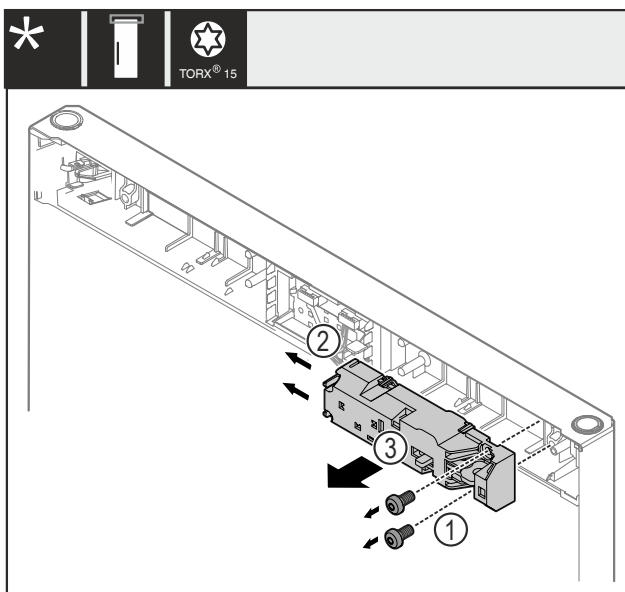

Fig. 21
- ▶ 移除螺钉 Fig. 21 (1)。
- ▶ 将止动凸缘 Fig. 21 (2) 按向一侧并取下遥控锁 Fig. 21 (3)。